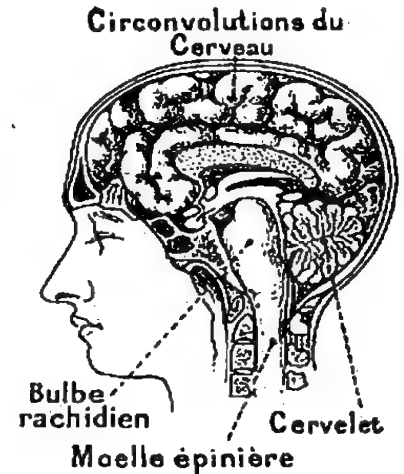

Fig. 156. — Coupe du crâne montrant le cerveau et ses annexes.
**2. Le cerveau** (fig. 156). — C'est une substance molle qui remplit la cavité du crâne. Il faut distinguer le *cerveau proprement dit* et le *cervelet*.